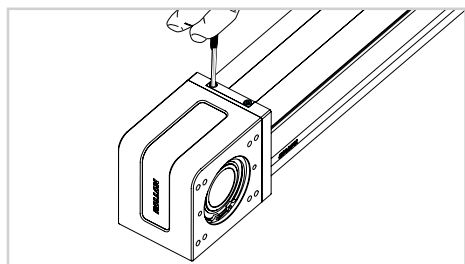

図 4
- 3) ロックプレートを分解して、ベルトをドライブヘッドから外します (図 4)。